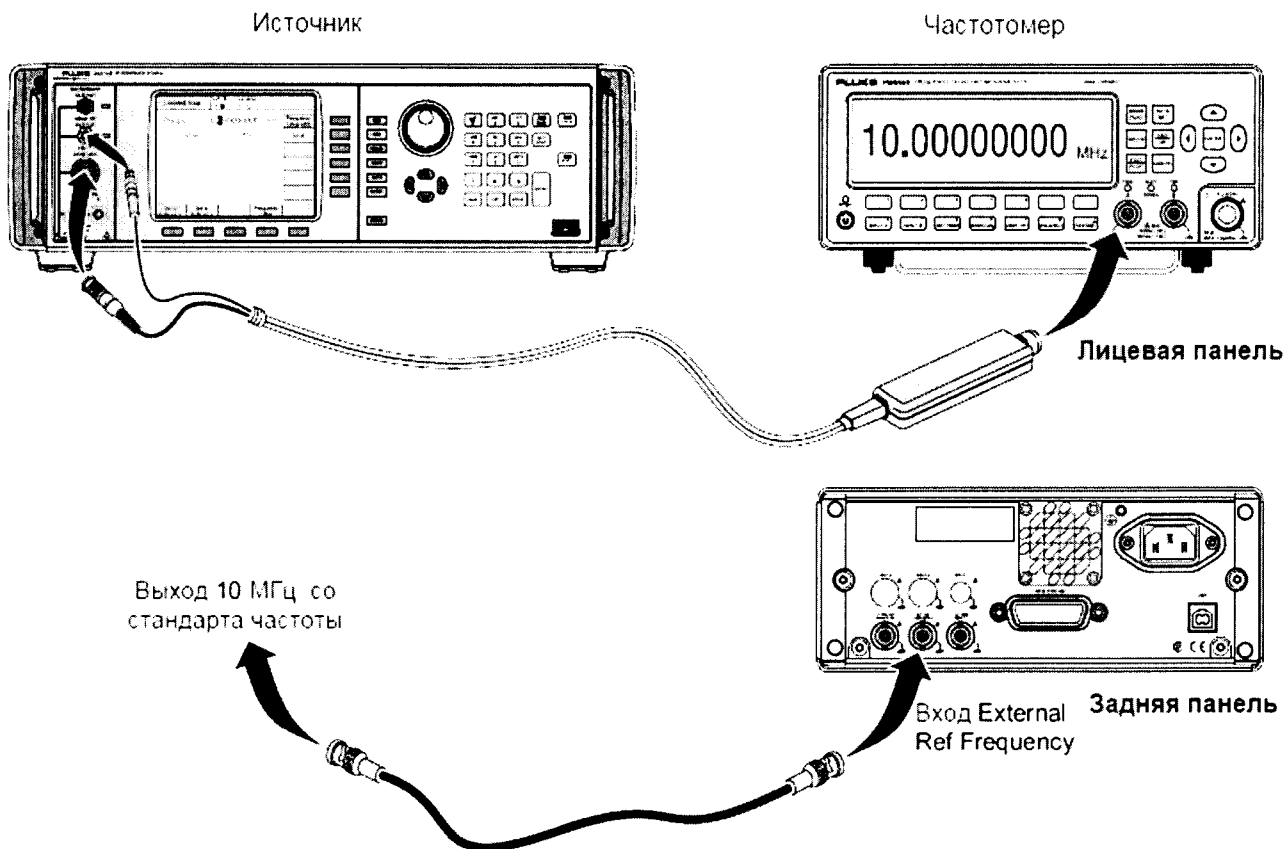

Рисунок 2.
8.5.3 Соединить преобразователь 50 Ом из комплекта источника со входом А частотомера (рисунок 2).